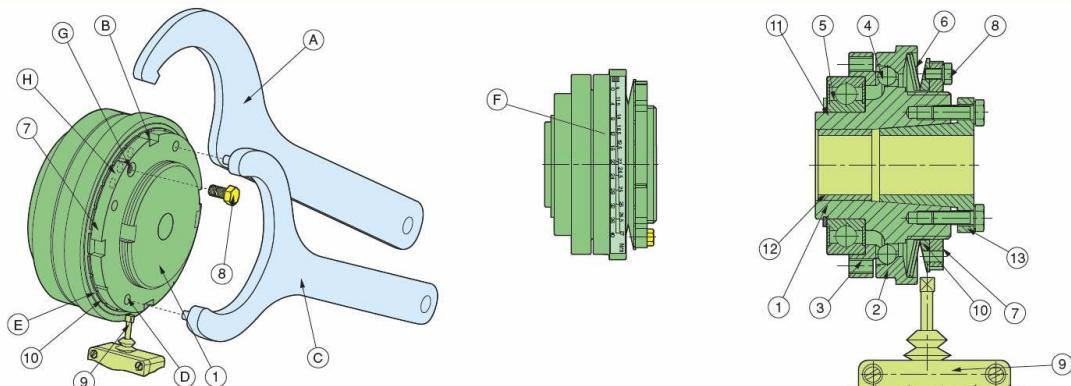

Fig. 2
Durante il servizio normale il limitatore di coppia ZBC - NBC (fig.2) trasmette la coppia dal mozzo (1) alla flangia (3) attraverso la corona di sfere (4) costrette dalla pressione delle molle a tazza (6) sulla flangia mobile (2) dentro sedi ricavate sulle parti (1) e (3). In caso di sovraccarico, quando la coppia richiesta supera il valore pretarato, le sfere sono spinte fuori dalle sedi della flangia (3): le due parti (1) e (3) si sganciano trasmettendo una coppia residua molto bassa, e la parte mobile (2) vincendo la spinta delle molle a tazza (6), aziona l'interruttore (9) che comanda l'arresto di emergenza del motore. Il reinserimento è automatico al valore di coppia pretarato quando il sovraccarico cessa.